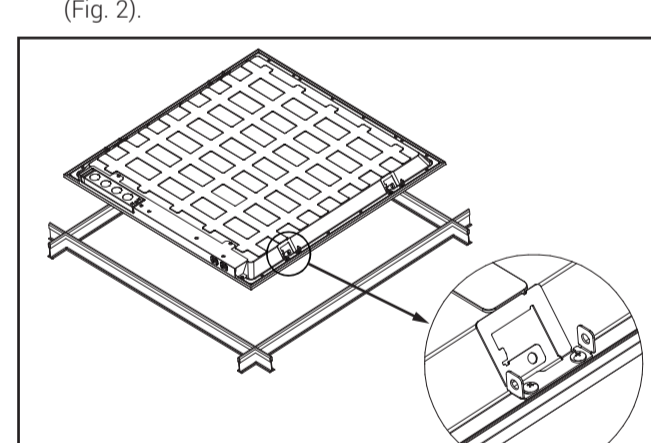

Figure 2.
- Pase el luminaire inclinado a 45 grados a través del sistema de perfiles y luego colóquelo sobre estos (Fig. 2).
NOTA: El peso del luminaire se encuentra detallado abajo. Asegúrese de que la ubicación del sistema de perfiles soporte el peso del luminaire antes de continuar con el siguiente paso. Si no está seguro, utilice un cable para sujetar adecuadamente el luminaire a una viga de soporte que esté más arriba mediante los agujeros circulares en las lengüetas de las esquinas (Fig. 2).